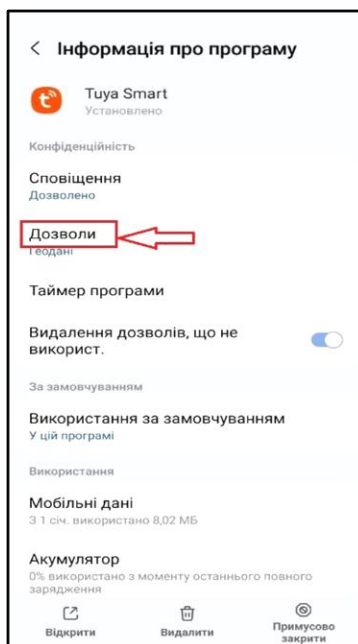

Рисунок 22
8.3. Натиснути «Дозволи» (рис.22);